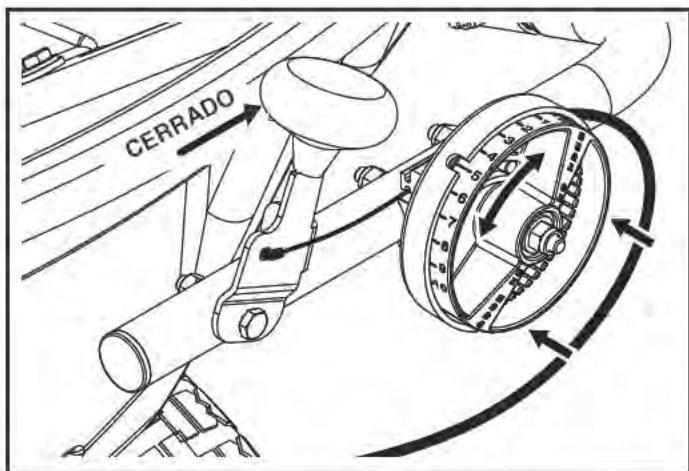

FIGURA 7
- Introduzca a presión el cuadrante (22) dentro del extremo de la palanca de control de flujo (23).
- Acople la palanca de control de flujo (23) al tubo de control (6) con un perno hexagonal de 1/4 pulg. x 1-1/2 pulg. (12) y una tuerca de cierre de nylon de 1/4 pulg. (17).
PASO 7: (VEA LA FIGURA 7)
- Acople el ensamble de control de flujo (4) al tubo de control (6) usando dos tuercas de cierre de nylon de 1/4 pulg. (16).
(Consulte la figura 7)